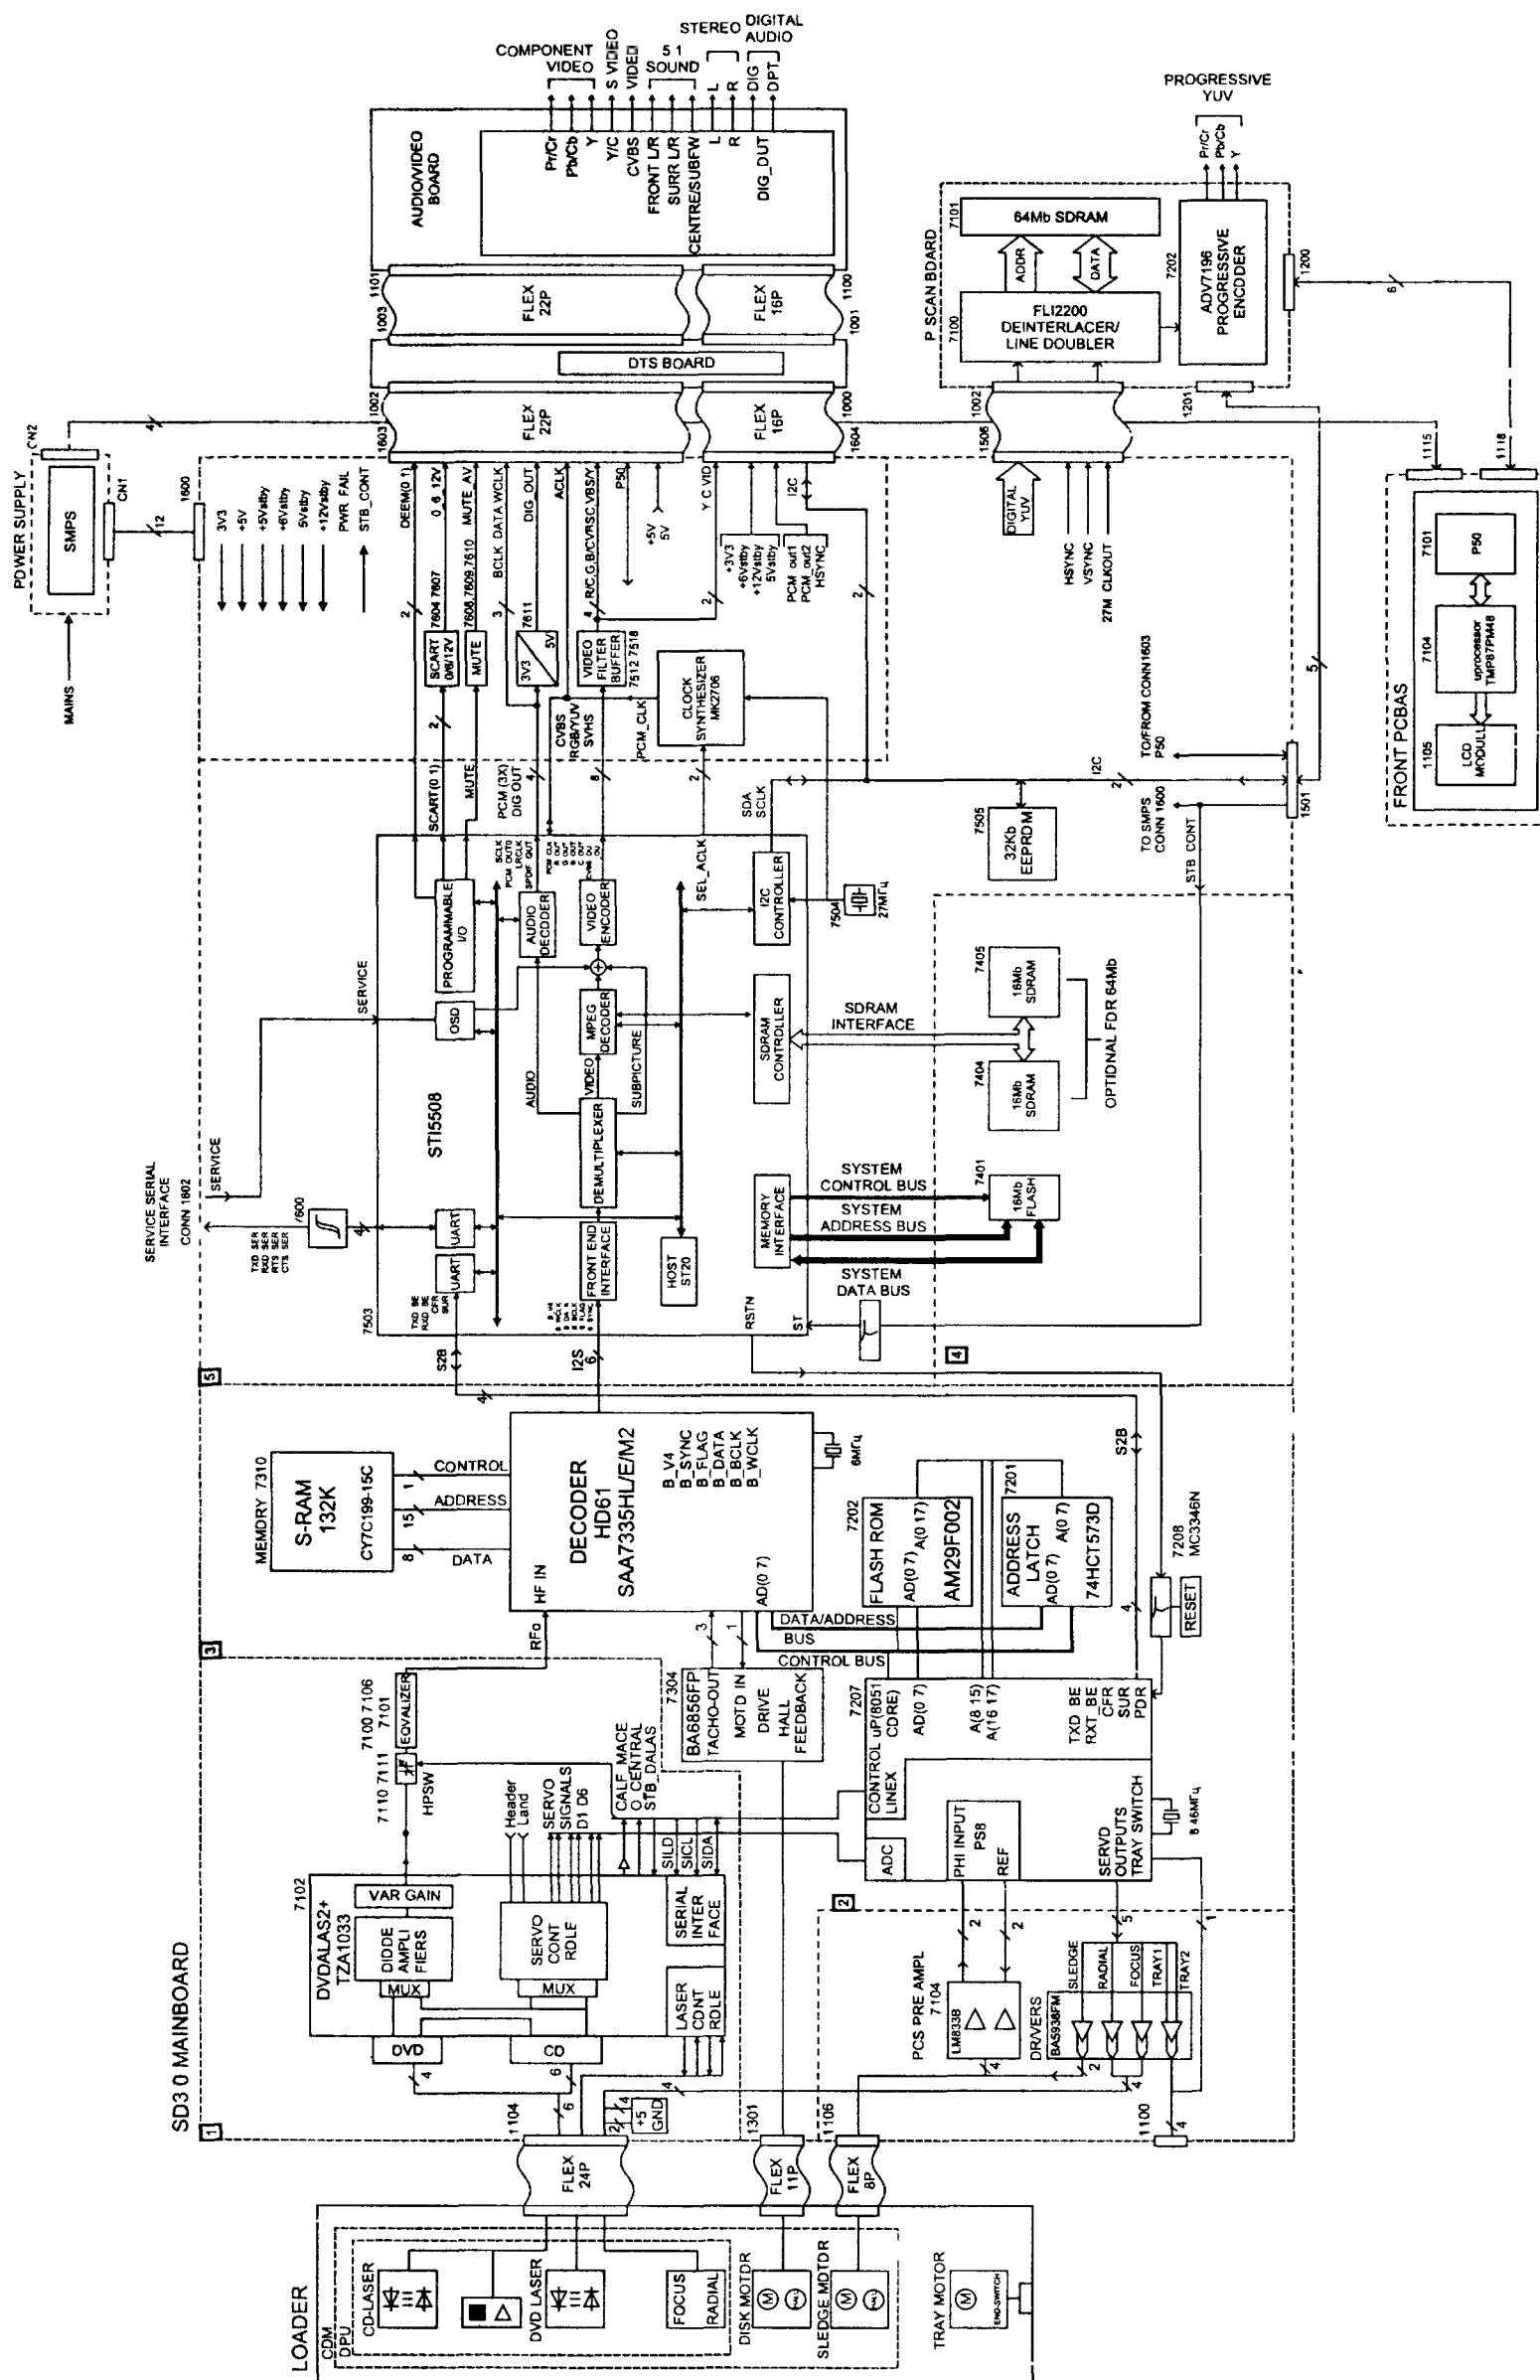
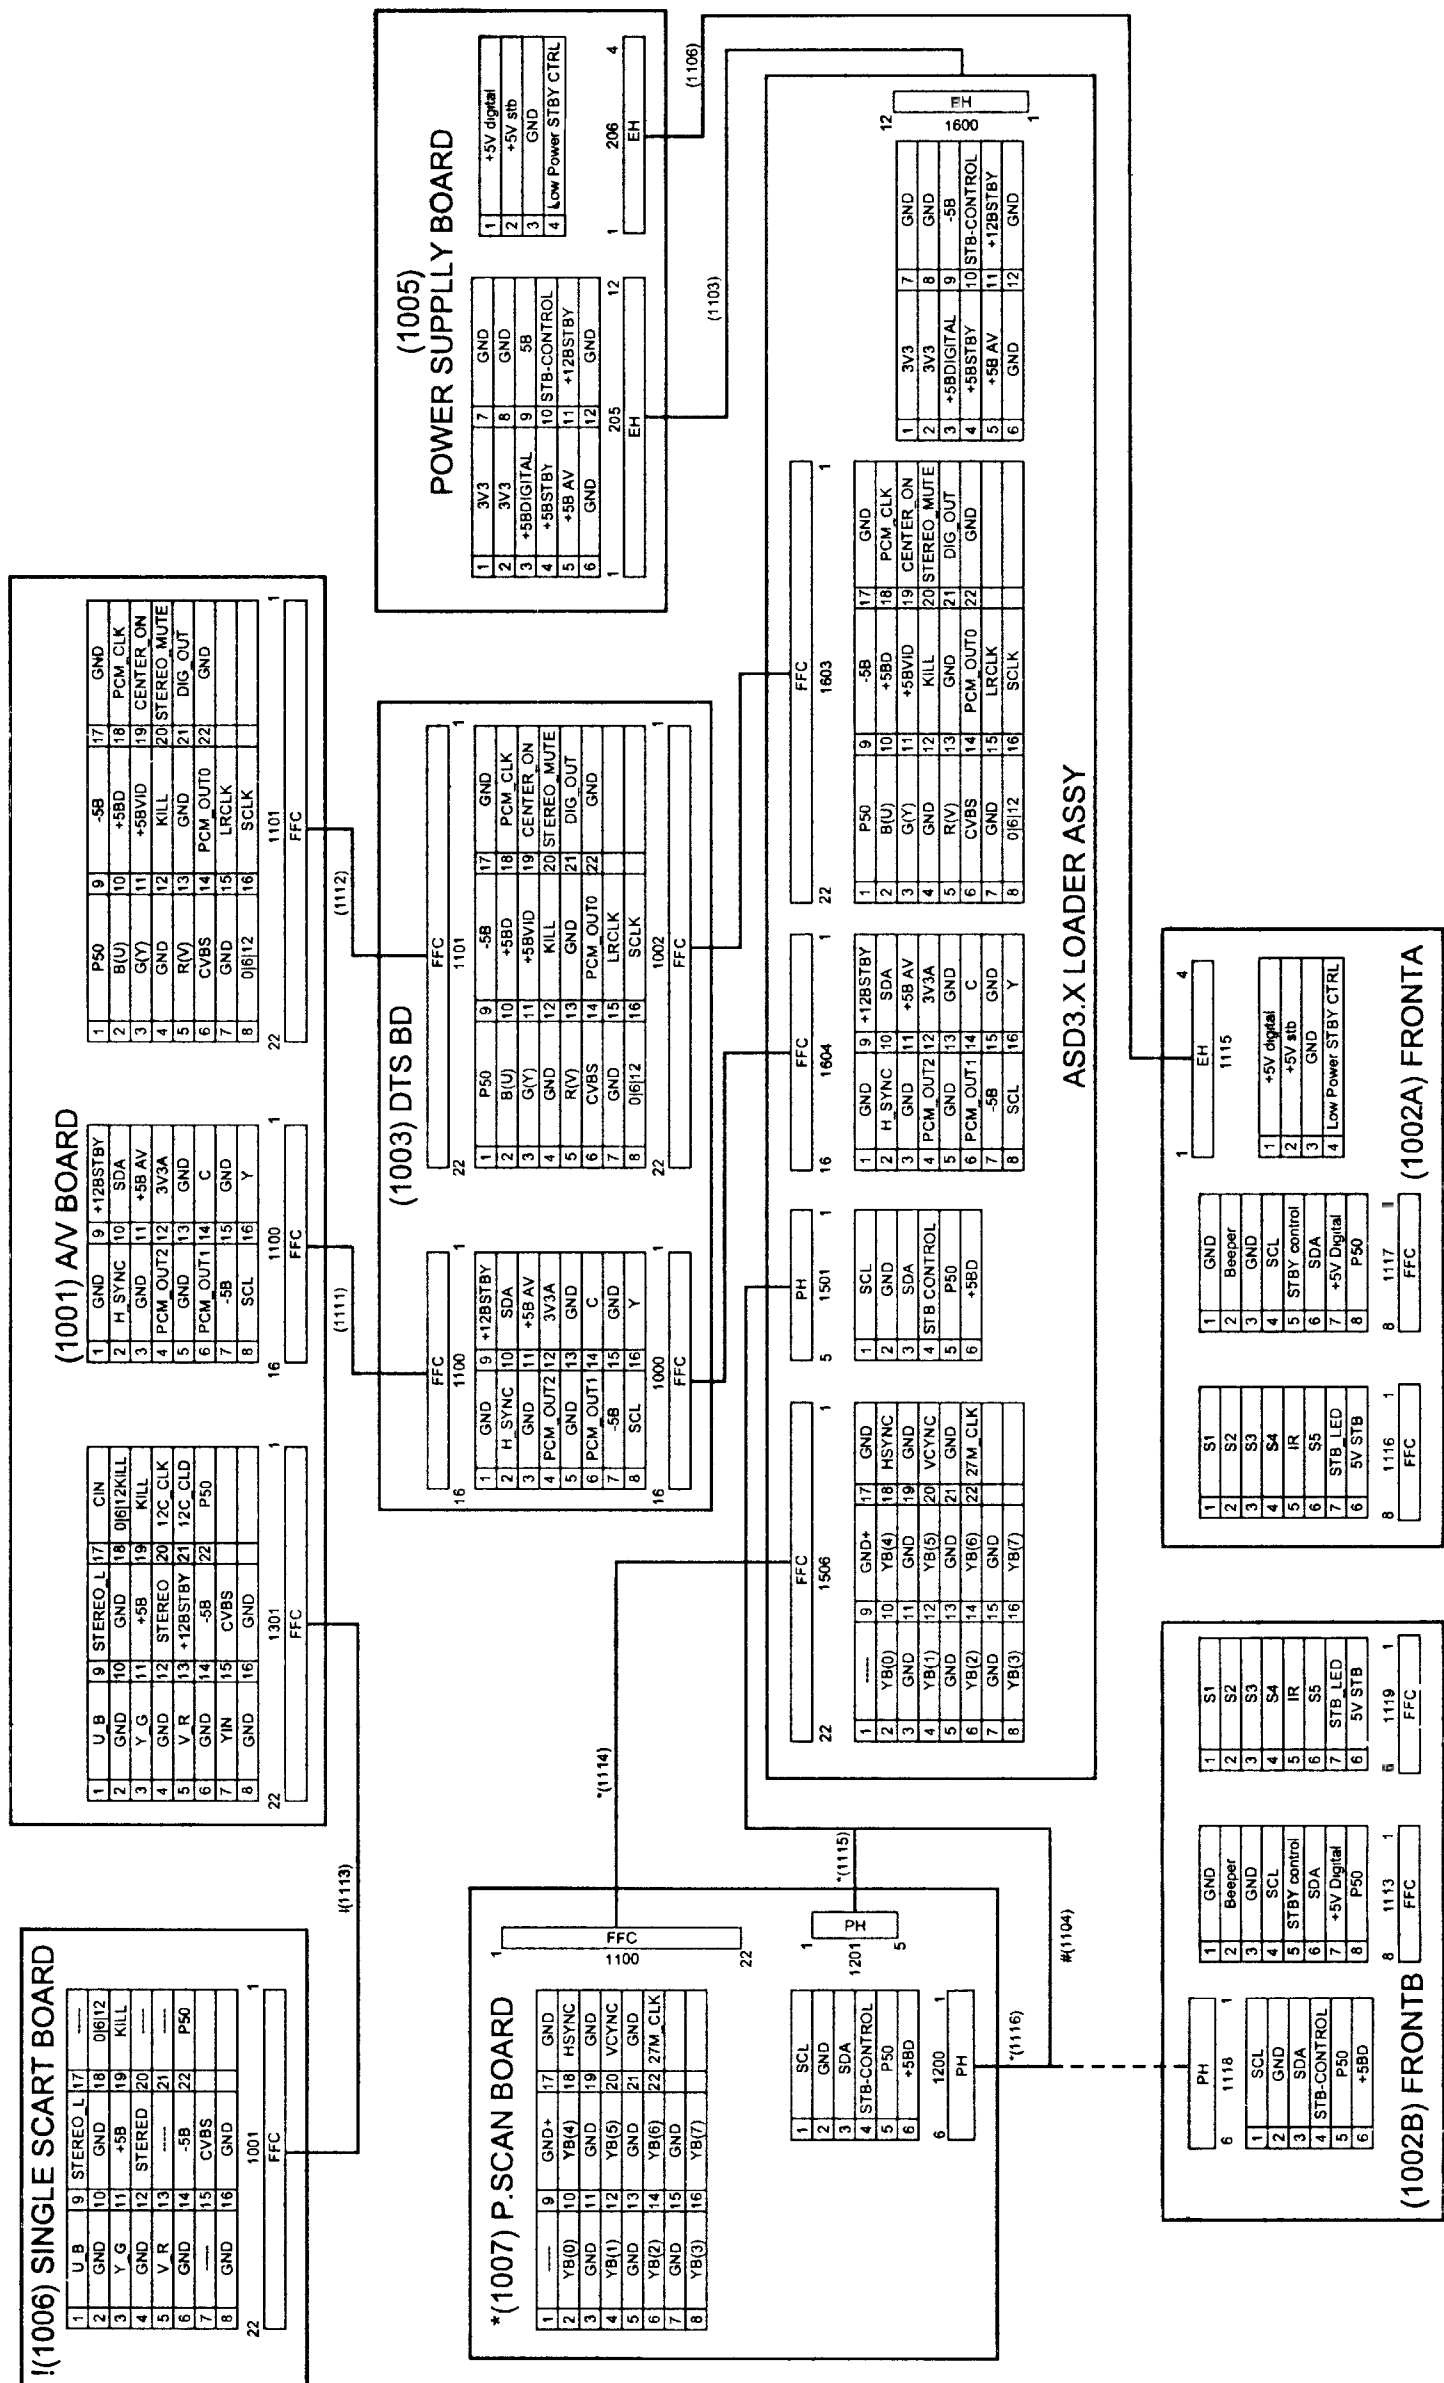

Рис. 5.1. Функциональная схема DVD-проигрывателя DVDQ50
Рис. 5.2. Схема соединений DVD-проигрывателя DVDQ50
Функциональная схема DVD-проигрывателя DVDQ50 фирмы Philips представлена на рис. 5.1, а схема соединений — на рис. 5.2.
*В квадратных скобках указан позиционный номер узла в соответствии с рис. 5.2 и другой фирменной документацией.